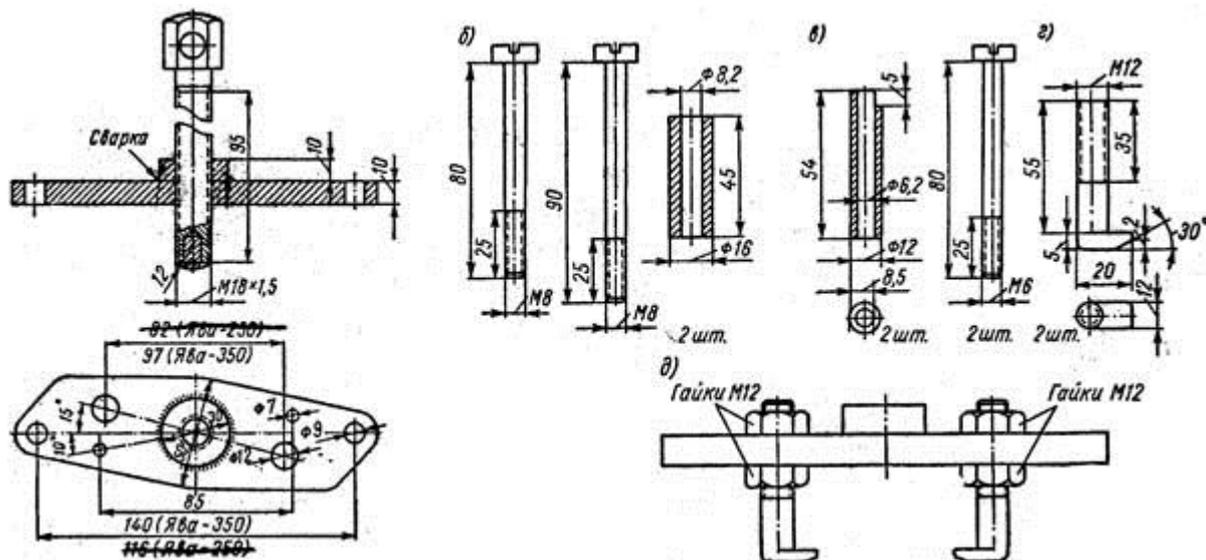

Рис. 93. Универсальный съемник:
13. При помощи съемника (рис. 93) снять звездочку с цапфы коленчатого вала.
1. Используя резьбу отверстий для болтов крепления генератора, укрепить на картере съемник (рис. 93).